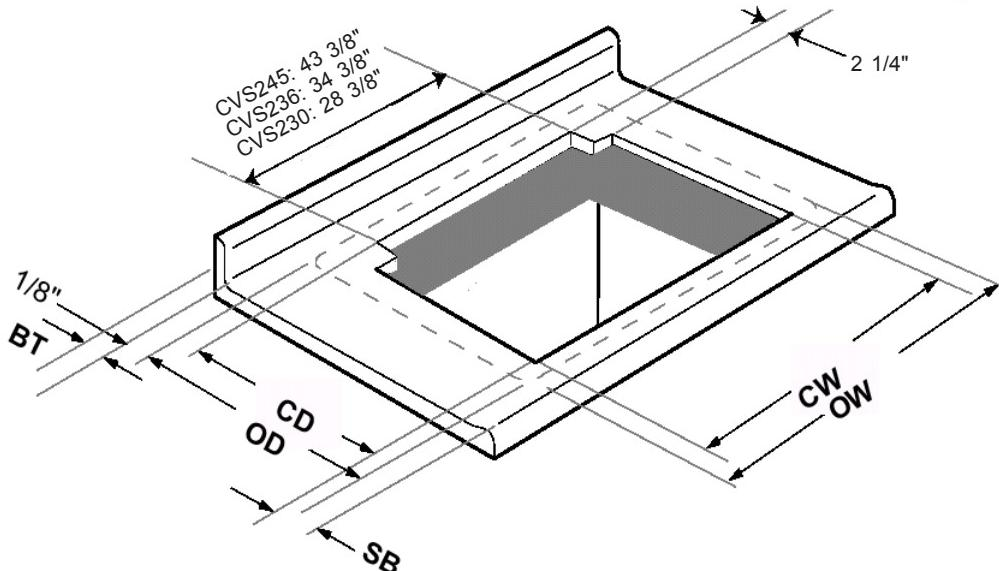

Figura 8
### B. INSTALACIÓN CON PARRILLA DE OTRA MARCA (Figura 8)
Ver la Figura 8 para anchos del recorte CVS2 y las definiciones de las dimensiones.
6. **Cortar la cubierta utilizando dimensiones:** CD, CW y SB como se definen en la Figura 8.